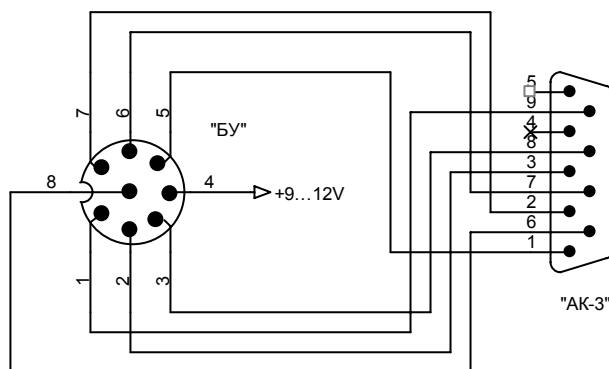

Рис. 3. Схема распайки кабеля для соединения с БУС.
1. Подключить АК-3р к БУС в соответствии со схемой на рис.3.